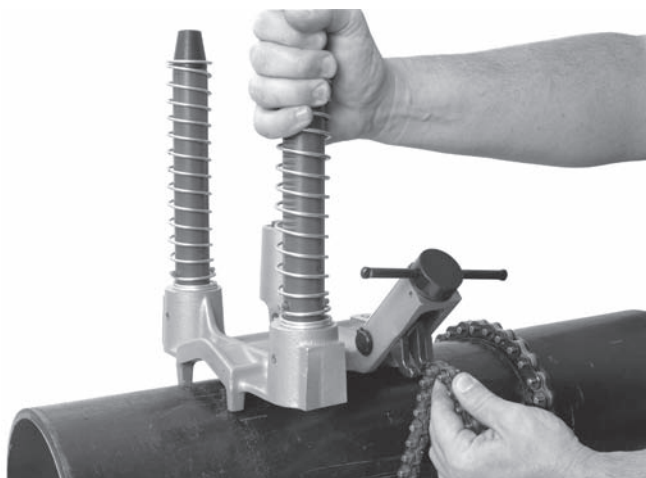

Figura 8 – Fixação da Corrente
4. Mantenha sempre, pelo menos, uma mão no conjunto da base para estabilizá-lo e orientá-lo. Agarre a extremidade da corrente e puxe-a completamente à volta do tubo. À medida que puxa a corrente, comprime-se uma mola na extremidade do acessório da corrente. Prenda o pino da corrente mais próximo no gancho da corrente – a tensão da mola ajudará a manter a corrente engatada no gancho da corrente. Aperte firmemente o conjunto do parafuso da manivela para segurar o conjunto da base no tubo. (Ver Figura 8.)